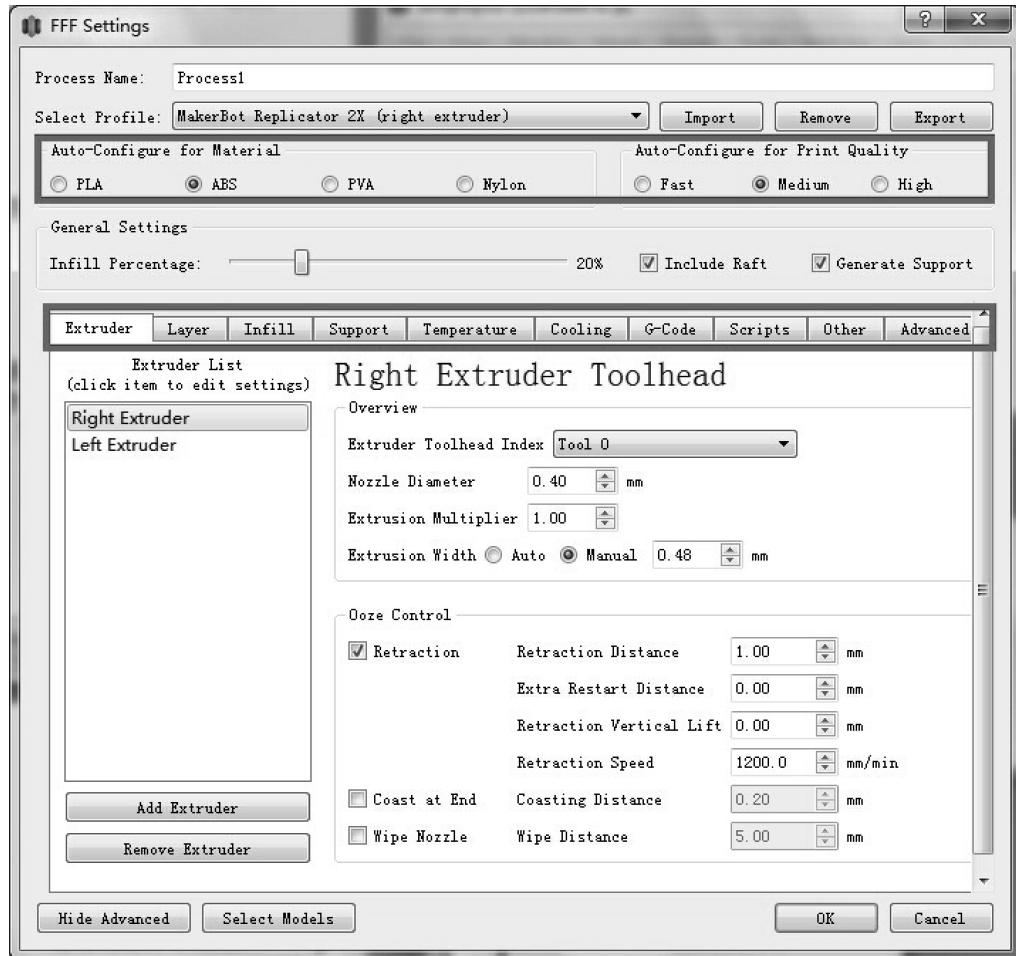

图 4-70 “FFF Settings” 对话框
- 3) 打印参数设置栏：如果需要对打印效果做参数优化修改，则可以单击“Edit Process Settings”按钮，在弹出的“FFF Settings”对话框中根据打印机型号进行参数设置，如挤出头、层、填充、支撑和温度等参数，如图 4-70 所示。
完成相关参数设置后就可以单击“OK”按钮。在任何时候，用户都可以对列表中的“Process”进行编辑修改。如果想要设置更高级的参数，那么单击“FFF Settings”对话框左下角的“Show Advanced”按钮，便会出现针对挤出头、层、填充、支撑和温度等项目的参数设置框，如图4-70所示。